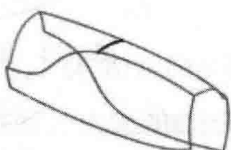
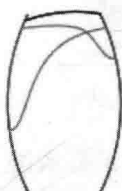

图 1.24 绘制 ISDX 曲线
图 1.25 编辑 ISDX 曲线
(8) 绘制初步 ISDX 曲线。单击“设置活动平面”按钮, 选择 DTM2 基准平面为活动平面, 单击“视图工具栏”中的, 单击“曲线”按钮, 在系统弹出的“曲线创建”操控板中选中, 绘制图 1.24 所示的初步 ISDX 曲线, 然后单击操控板中的“完成”按钮.
(9) 编辑 ISDX 曲线。单击 曲线编辑 按钮, 单击“视图工具栏”中的, 参考步骤 (3), 编辑图 1.24 所示的 ISDX 曲线, 结果如图 1.25 所示。